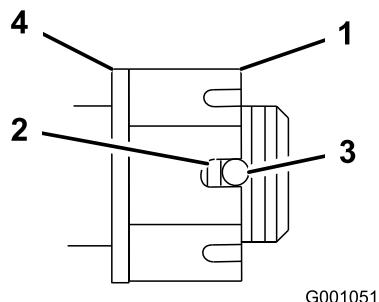

Figure 47
4. Serrez l'écrou crénelé à 170 Nm (125 pi-lb) (Figure 47).
5. Mesurez l'espace entre la base de la fente de l'écrou et le bord intérieur du trou. On ne doit pas voir plus de deux filets (Figure 47).
7. Serrez l'écrou crénelé à 170 Nm. (125 pi-lb)Figure 47
8. Serrez l'écrou jusqu'à ce que la série de fentes suivante soit en face du trou de l'axe (Figure 47).